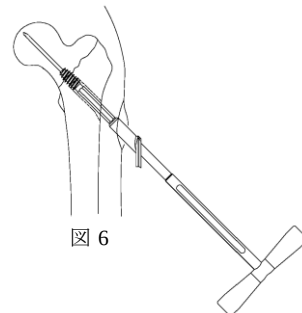

図 6
- 2) 3.2 スレッドレスガイドピンを介して、ラグスクリューを挿入します。（図 6）